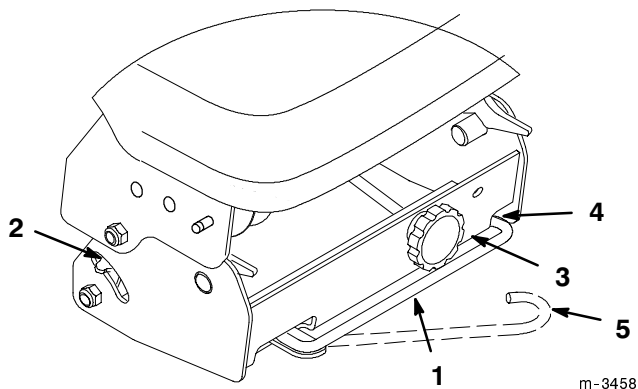

Abbildung 37
1. Die Spannungsanzeiger an beiden Seiten des Rollenkastens kontrollieren. Wenn die Spannungsanzeiger an der rechten und linken Seite nicht in der gleichen Position sind, die Riemenspannung lösen und den Einstellknopf drehen. Den Entspannungshebel zurück zum Rollenkasten drücken, um den Riemen zu spannen (Abb. 37).